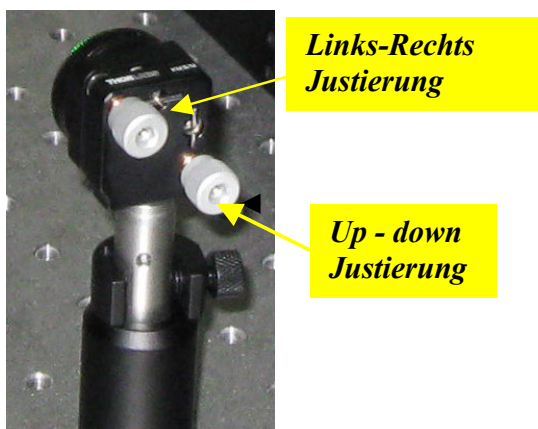

Abb. 2: Feinjustierung der Spiegel
- nutzen sie danach die Feinjustierschrauben (Abb. 2) und drehen sie an diesen vorsichtig so lange bis der reflektierte Strahl genau im Zentrum der Iris liegt.